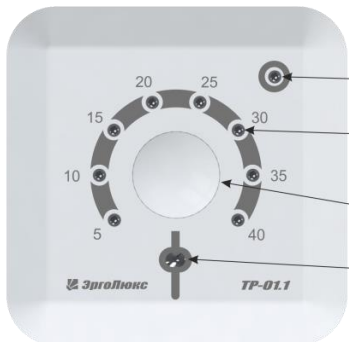

Рисунок 3 - Внешний вид терморегулятора.
2. Терморегулятор автоматически при первом включении включится. На лицевой панели индикатор температуры 3 укажет на 20°C, а нижний индикатор режима 1 загорится красным цветом (Рис. 3).